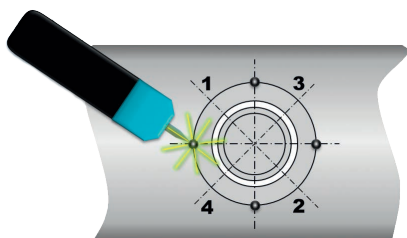

Fig. 1: Saldatura a punti
2. Centrare e allineare il manicotto, quindi saldarlo con quattro punti di saldatura (fig. 1).